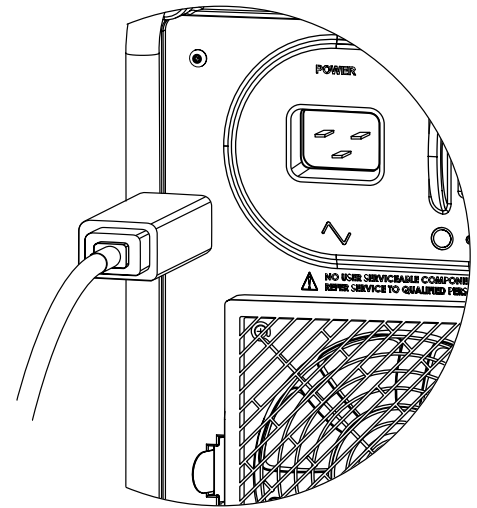

Abb. 6: Anschließen des Stromkabels
2. Vergewissern Sie sich, dass der Netzschalter an der linken Seite des M200-Netzteils auf OFF (O) steht.
3. Stecken Sie das Stromkabel in den Stromanschluss an der Seite des Geräts ein (Abb. 6).